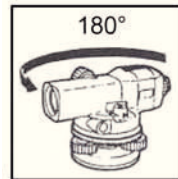

Рис.6
- 2) Поверните прибор на 180° . (Рис.6)